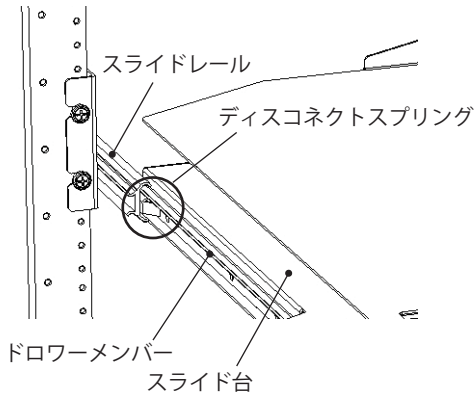

図5
7. スライド台をスライドレールに取付け、ディスコネクトスプリングを左右同時に押し、奥まで押込んでください。(図5)